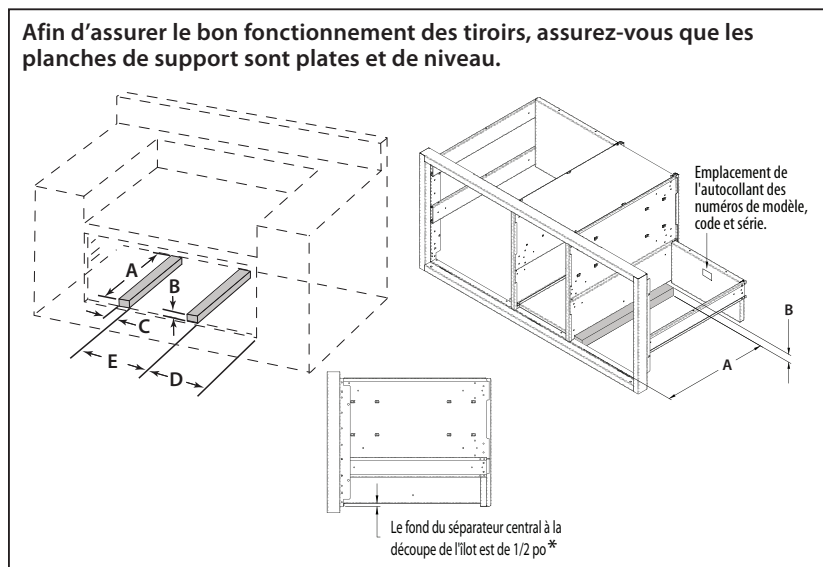

Fig. 4
2. Placez des pièces 2 x 4 pour fournir un support à la structure des tiroirs aux emplacement indiqués sur la figure ci-dessous (Fig. 4).
5. S'assurer que le fond du séparateur central repose sur les planches de support comme il l'est illustré (Fig. 4).